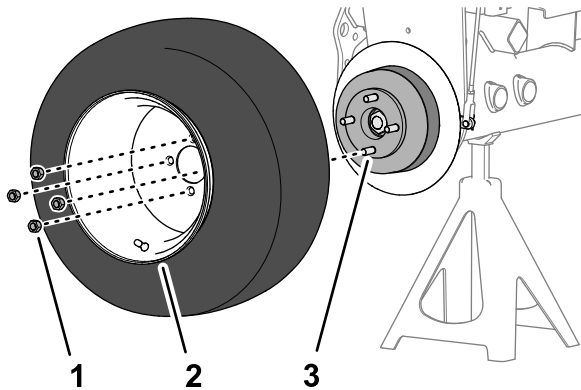

Figura 76
- Retire las 4 tuercas que sujetan la rueda delantera al cubo, y retire la rueda (Figura 76).